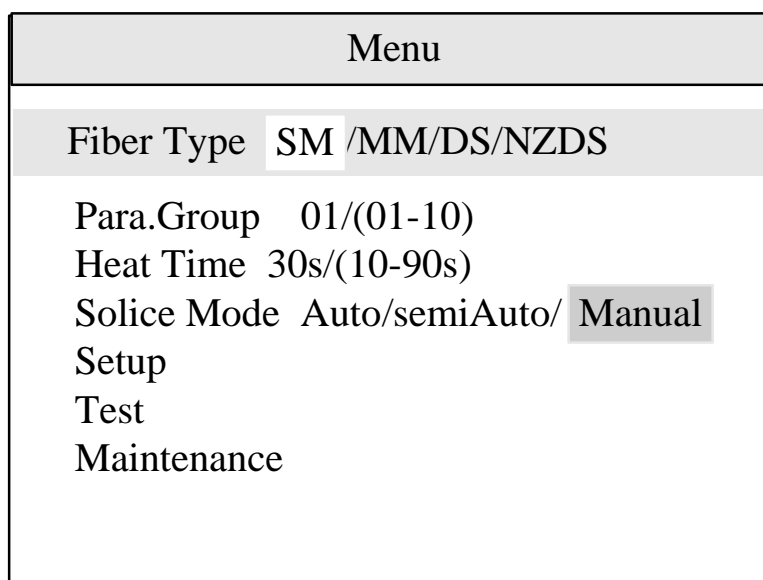

Fig. 7-1
Para acceder al menú principal, desde el modo fusión pulse la tecla , y el equipo accederá al modo menú. La pantalla mostrará el menú principal tal y como puede verse en la Fig. 7-1.
a) Como se muestra en la Fig. 7-1, mueva el cursor a la opción del tipo de fibra con las teclas  o  y seleccione "SM" con las teclas  o .